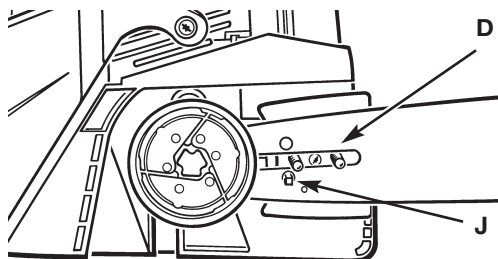

Fig. 23
3. Deslice la barra desde las tuercas y quite la cadena (Fig. 23).
3. Coloque el extremo estriado de la barra sobre las dos tuercas (D, Fig. 23). Asegúrese de que la lengüeta de ajuste (J, Fig. 23) se encuentra debajo del orificio de ajuste.